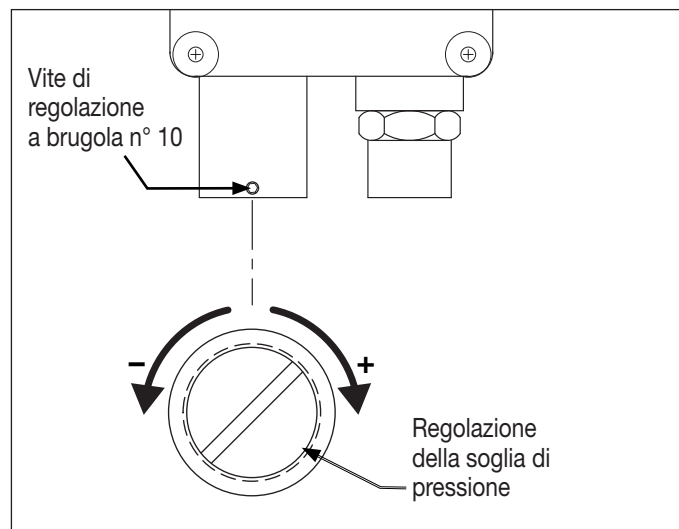

Figura 12: Regolazione della soglia del pressostato
4. Allentare la vite di regolazione del pressostato con una chiave a brugola n° 10. Vedere la Figura 12.
5. Portare la leva della valvola di controllo nella posizione di avanzamento (A).
7. Con un cacciavite a testa piatta, ruotare la vite di regolazione del pressostato in senso orario per aumentare la soglia e in senso antiorario per ridurla. Vedere la Figura 12. Verificare che il pressostato si apra e il motore della pompa si arresti alla pressione desiderata.